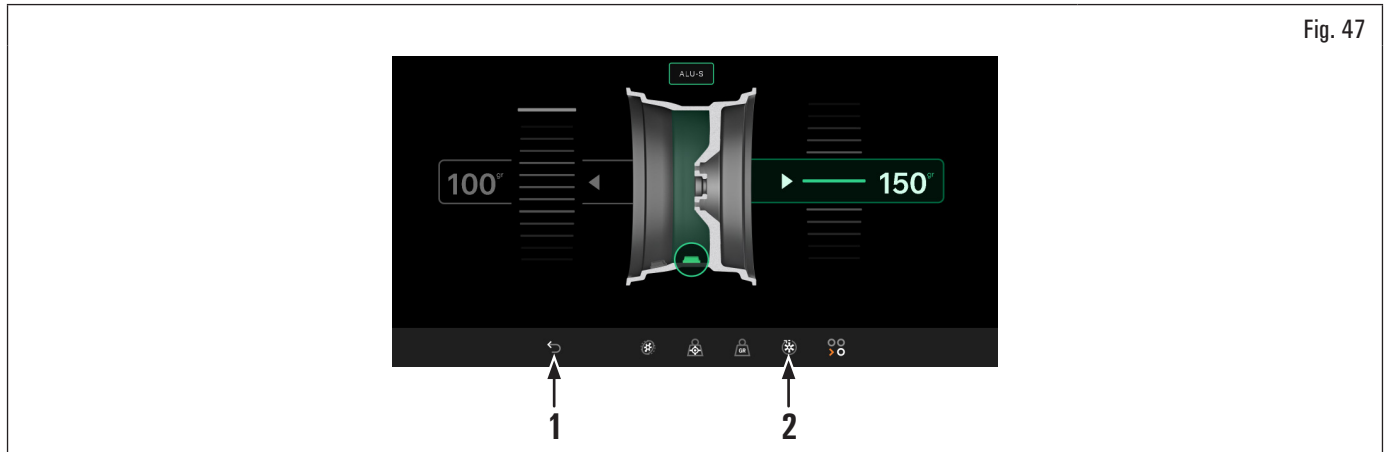

Fig. 47
1. de la página aplicación pesos lado externo rueda (véase Fig. 47) apretar el icono (Fig. 47 ref. 1).
4. si el operador quiere modificar el punto de aplicación del peso adhesivo “lado interno rueda”, es suficiente apretar el icono (Fig. 47 ref. 2). La rueda, el láser y la pantalla se predisponen a la aplicación de tal peso.